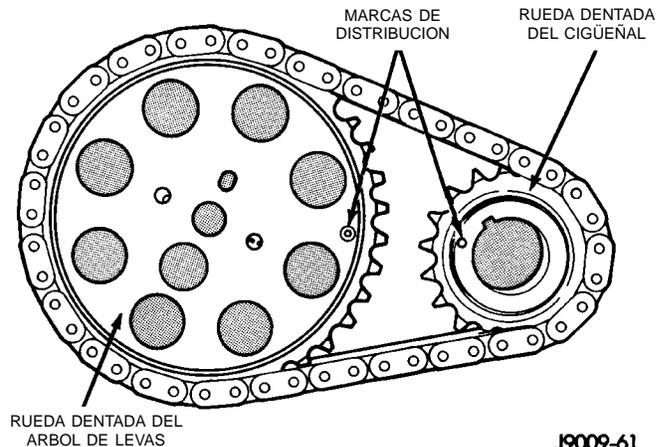

Fig. 46 Alineación de la cadena de distribución— característica
- (7) Retire la correa de distribución en serpentina.
- (8) Retire el amortiguador de vibraciones del cigüeñal.
- (9) Retire la tapa del cárter de la distribución. Limpie el material de junta de la tapa.
- (10) Retire el pasador de empuje y el muelle de tensión de la cabeza del perno de ajuste previo.
(11) Gire el cigüeñal hasta que la marca de distribución de la rueda dentada del cigüeñal se sitúe en la línea central y se acerque a la marca de distribución de la rueda dentada del árbol de levas (Fig. 46).
- (1) Limpie el orificio del pasador del árbol de levas.
- (2) Comprima el centro del pasador de muelle de recambio con mordazas de prensa.
- (3) Introduzca con cuidado el pasador en el orificio del pasador del árbol de levas hasta calzarlo.
- (4) Instale la rueda dentada del árbol de levas, la rueda dentada del cigüeñal y la cadena de distribución, con las marcas de distribución alineadas (Fig. 46).